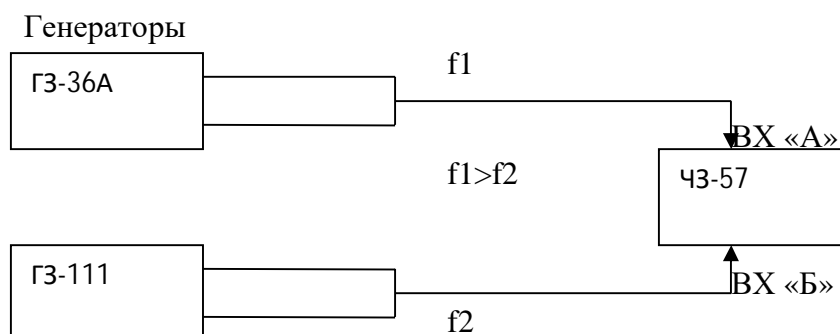

Рис. 5. Схема для измерения отношения частот сигналов.
- 8.4. Собрать схему для измерения отношения частот сигналов (Рис.5).
3.4.2. Для этого необходимо выполнить все действия, отображённые на Рис.5., т.е.: